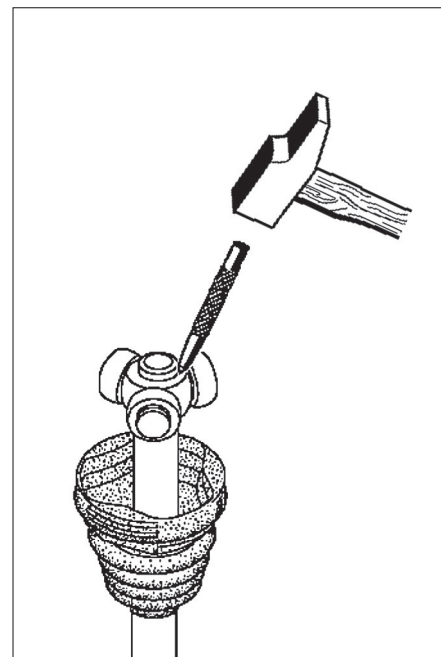

FIG. 12
- Reposer le circlip ou effectuer trois points de serrissage à 120° en refoulant le métal des cannelures de l'arbre sur le tripode (Fig.12).